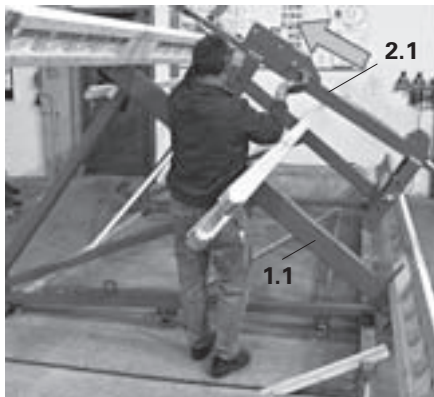

Fig. A1.19
6. Posicionar o carro (2.1) na consola (1.1). (Fig. A1.19)